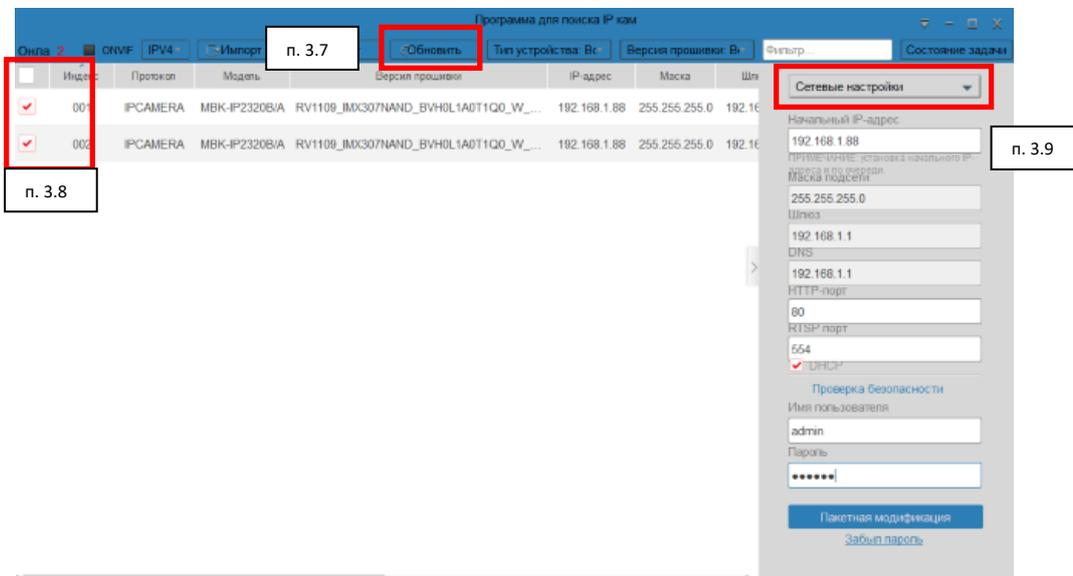

Рисунок 15
3.7. Через 25-30 с нажать на строку «Обновить» (IP-адреса видеочамер изменятся) в появившемся окне (рисунок 15).
3.8. Установить галочки в столбце «Онлайн» напротив каждой видеокамеры либо поставить галочку «выбрать все» (рисунок 15).
3.9. Нажать на строку «Сетевые настройки» (рисунок 15). В появившемся списке нажать на строку «Обновление».